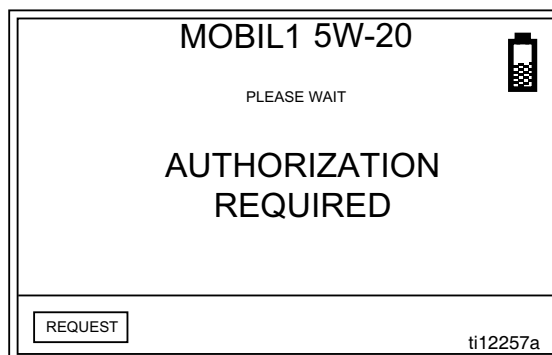

FIG. 23
2. Después de enviar la solicitud aparece el mensaje PLEASE WAIT (Espere) en la parte superior de la pantalla como se muestra en FIG. 23.